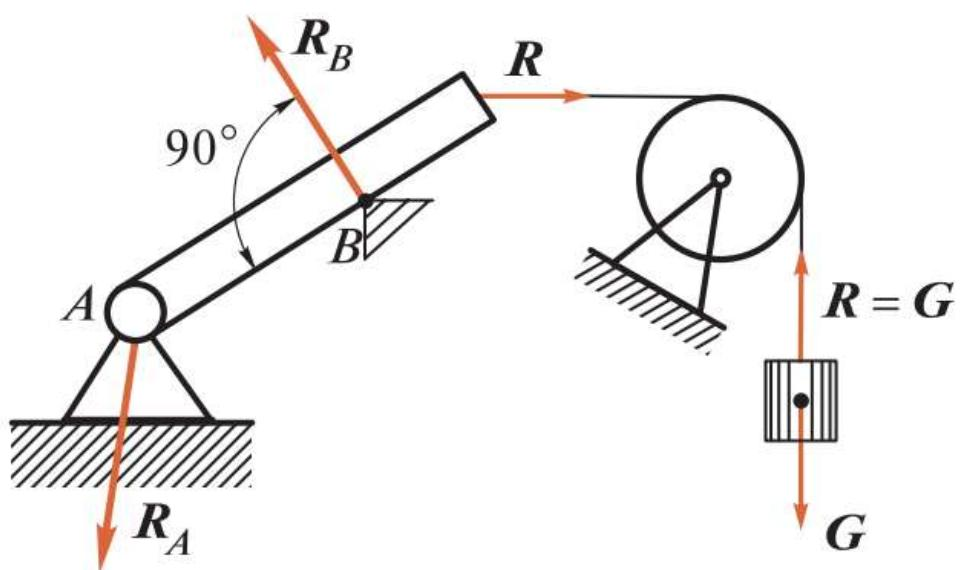
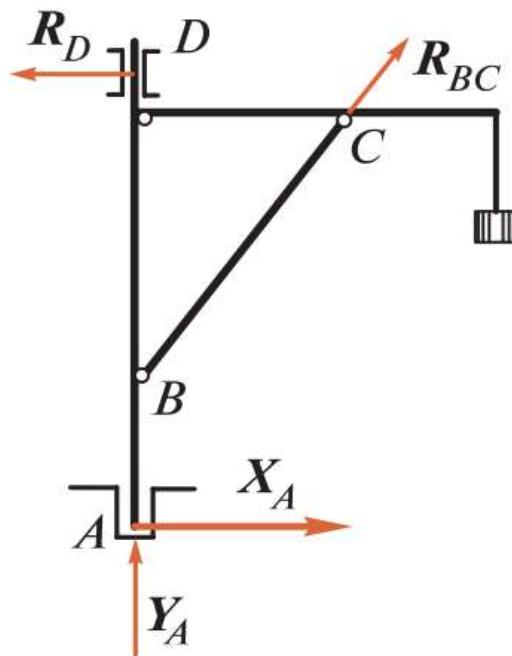

Рис. 1.8
Рис. 1.9
3. *Закрепленная точка или ребро угла* (рис. 1.8, ребро В). В этом случае реакция \mathbf{R}_B направлена по *нормали к поверхности идеально гладкого тела в сторону тела*, так как нормаль к поверхности тела есть единственное направление перемещения, которое не
4. Гибкая связь (см. рис. 1.8). Реакция \mathbf{R} гибкой связи не дает телу лишь удаляться от точки подвеса и поэтому направлена *вдоль связи от тела к точке подвеса*. Из рис. 1.8 видно, что гибкая связь, перекинутая через блок, изменяет направление передаваемого усилия (натяжения нити).
5. *Идеально гладкий цилиндрический шарнир* (см. рис. 1.8, шарнир А; рис. 1.9, подшипник **D**). В этом случае заранее известно только, что реакция **Рапроходит через ось шарнира и перпендикулярна этой оси**, так как шарнирное соединение допускает вращение вокруг оси, но не допускает никаких перемещений тела, перпендикулярных этой оси.
7. *Идеально гладкий под пятник* (рис. 1.9, под пятник **A**). Под пятник можно рассматривать как сочетание цилиндрического шарнира и опорной плоскости, поэтому будем считать реакцию под пятника состоящей из двух составляющих: X_A и Y_A . Полная реакция \mathbf{R}_A под пятника равна векторной сумме этих составляющих:
8. *Стержень, закрепленный двумя концами в идеально гладких шарнирах и нагруженный только по концам* (рис. 1.9, стержень **BC**). В этом случае реакция стержня, согласно аксиоме III, может быть направлена только по линии **BC**, т. е. *по прямой, соединяющей оси шарниров*.